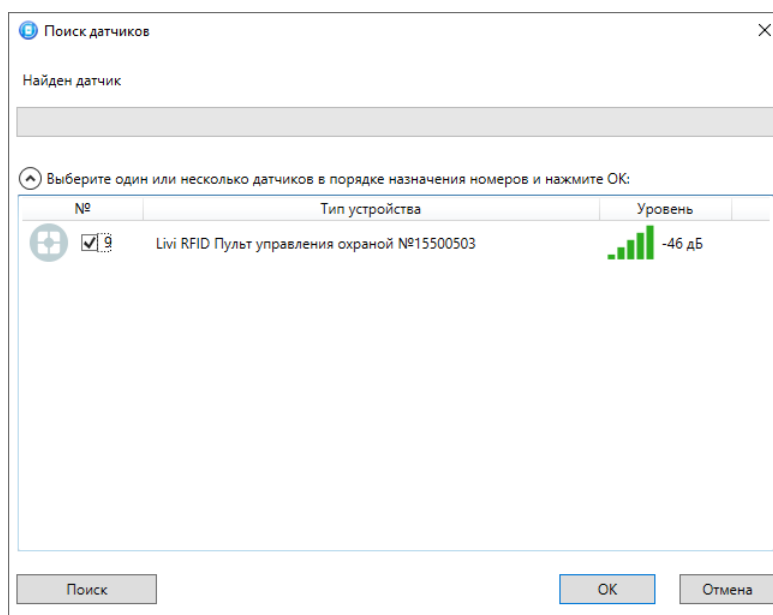

Рисунок 7.6 — Найденные радиоустройства
- В следующем окне (см. рисунок 7.6) отобразится список радиоустройств, доступных для связывания в радиусе действия радиоканала. Если подключаемого радиоустройства нет в списке,